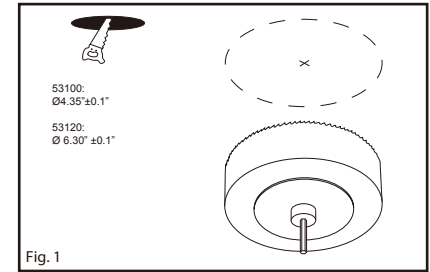

Fig. 1
1. Use the hole size template included in box to drill the hole in ceiling. Prepare supply wires: Install and unshield the line feed cable 6" (15cm) and strip wires 5/8" (1.6cm). (Fig. 1)
1. Utilisez le gabarit de taille de trou inclus dans la boîte pour percer le trou dans le plafond. Préparez les fils d'alimentation. Installer et dégainer le fil du secteur de 6 po (15 cm) et dénuder les fils de 5/8 po (1.6 cm). (Fig. 1)